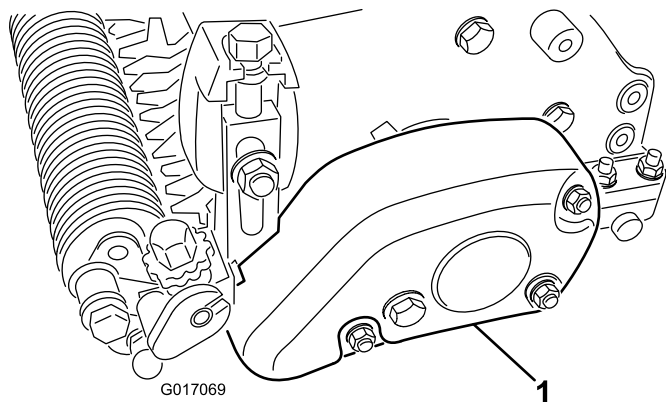

Figura 16
31. Monte a cobertura da correia no conjunto da caixa do rastelo com 3 porcas de bloqueio (**Figura 16**).